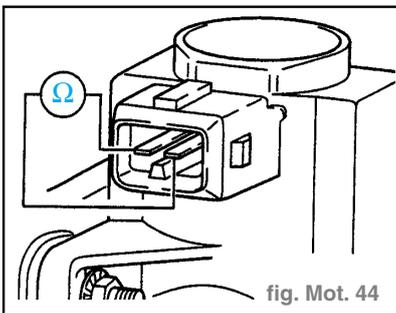

fig. Mot. 44
- Valeur assignée : 14 à 20 Ω (fig. Mot. 44)